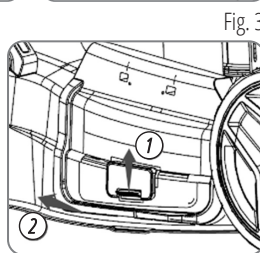
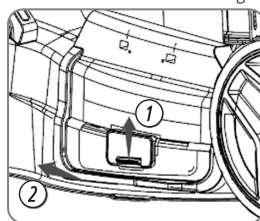

Fig. 3
Fig. 4
Ridicați zăvorul ieșirii laterale. Ridicați capacul ieșirii laterale (Fig. 3) și agățați jgheabul de evacuare laterală pe ax. Coborâți capacul și apăsați ferm pe jgheabul de evacuare laterală pentru a-l fixa (Fig. 4).
3. Fixați cablul pe ghidon cu ajutorul unei cleme pentru cablu (Fig. 3).
1. Fixați sacul pe cadrul metalic (Fig. 4). Asigurați-vă că este bine prins.